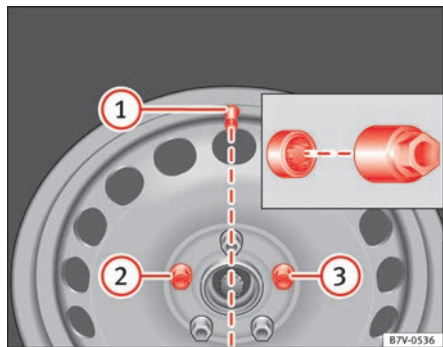

Abb. 182 Radwechsel:
Vor dem Anbringen der Radvollblende muss die Anti-Diebstahl-Radschraube an Position ⇒ Abb. 182 ② oder ③ eingeschraubt sein. Die Radvollblende kann sonst nicht montiert werden.
Die Radvollblende muss so auf die Felge gedrückt werden, dass der Ventilausschnitt über dem Reifenventil ⇒ Abb. 182 ① sitzt. Beim Anbringen der Radvollblende darauf achten, dass die Blende sicher am gesamten Umfang einrastet.
Die Anti-Diebstahl-Radschraube muss bei einem Rad mit Radvollblende an Position ⇒ Abb. 182 ② oder ③ eingeschraubt sein. Die Radvollblende kann sonst nicht montiert werden.
- Die Anti-Diebstahl-Radschraube mit dem Adapter an Position ⇒ **Abb. 182** ② oder ③ im Uhrzeigersinn einschrauben und leicht festziehen.